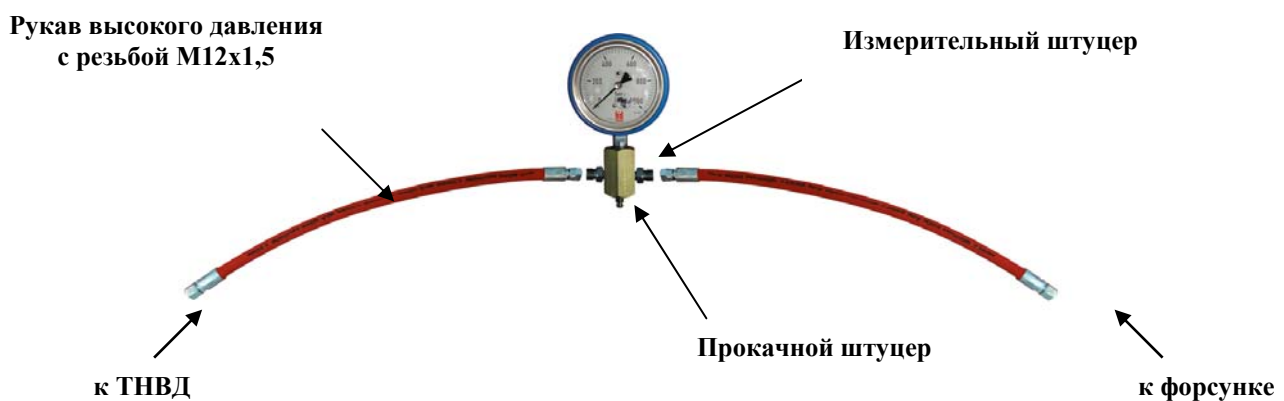

Рис. 7
4.2.1. Для замера давления начала впрыска топлива диагностируемой форсунки вам следует взять собранную вами конфигурацию с измерительной частью и подключить ее в разрыв топливной магистрали между ТНВД и диагностируемой форсункой. Т.е. один из шлангов высокого давления подключите к штуцеру напорной магистрали (см. рис. 7,8), а второй шланг измерительной части на резьбовое отверстие форсунки.